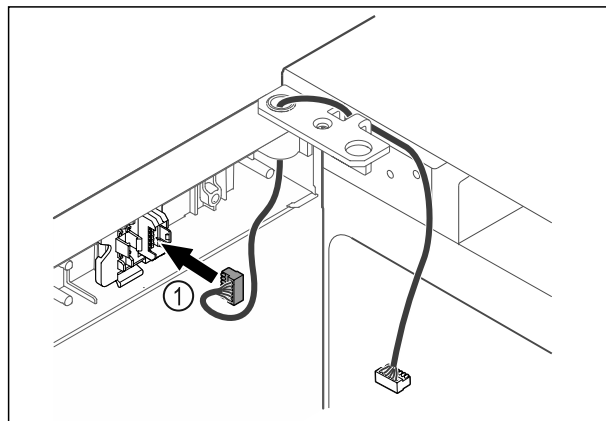

Fig. 41
- Aseta pistoke Fig. 41 (1) pistokkeenpitimeen.